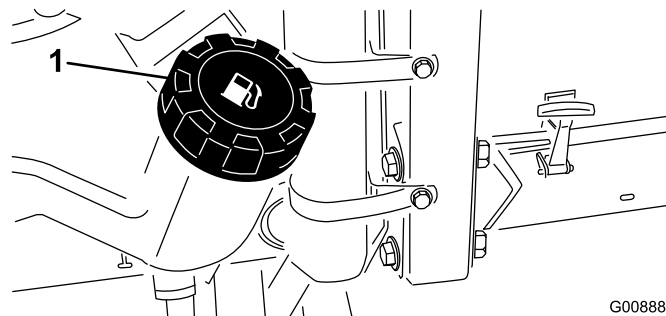

Figura 21
1. Pulite l'area circostante il tappo del serbatoio carburante (Figura 21).